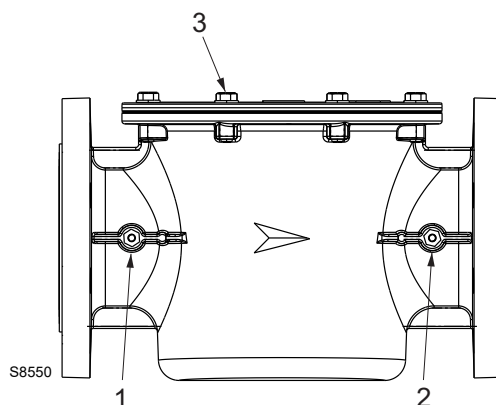

Fig. 13
Remplacer l'élément filtrant si le Δp entre les prises de pression 1) et 2)(Fig. 13) est supérieur à 10 mbar.
- dévisser les vis du couvercle 3)(Fig. 13) et effectuer un nettoyage minutieux du compartiment du filtre;